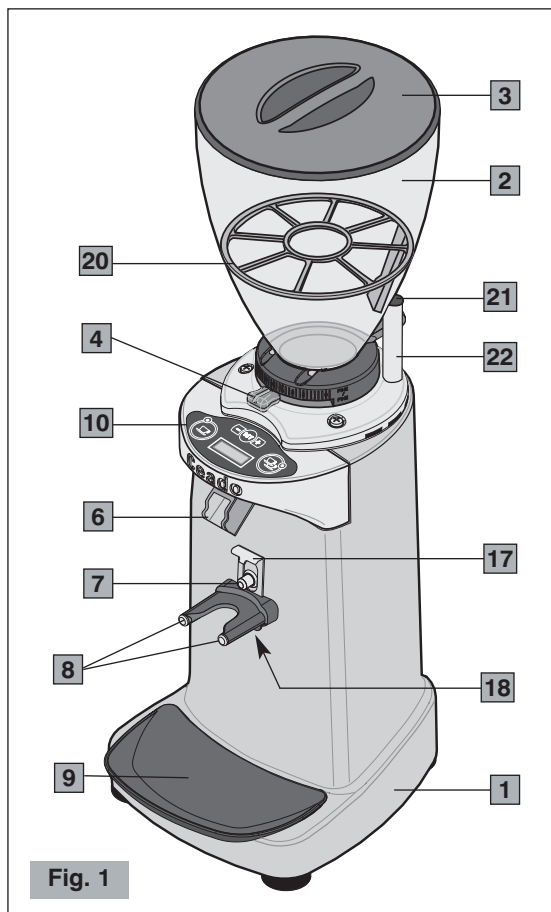
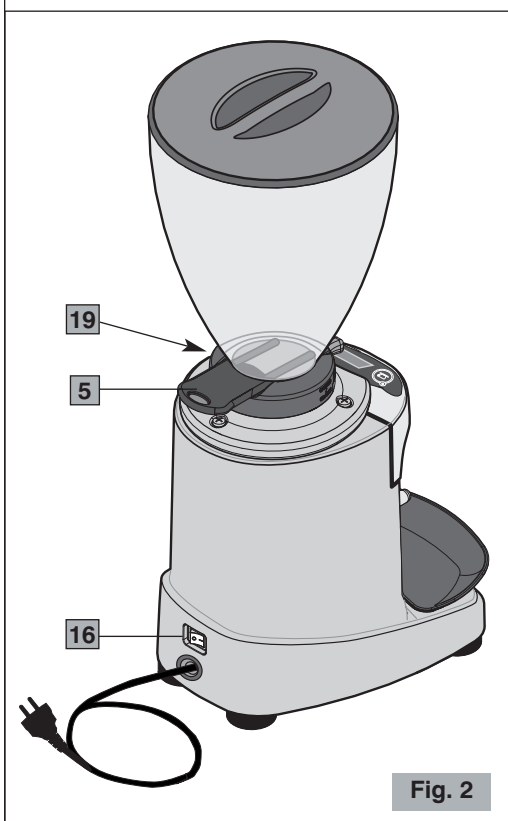
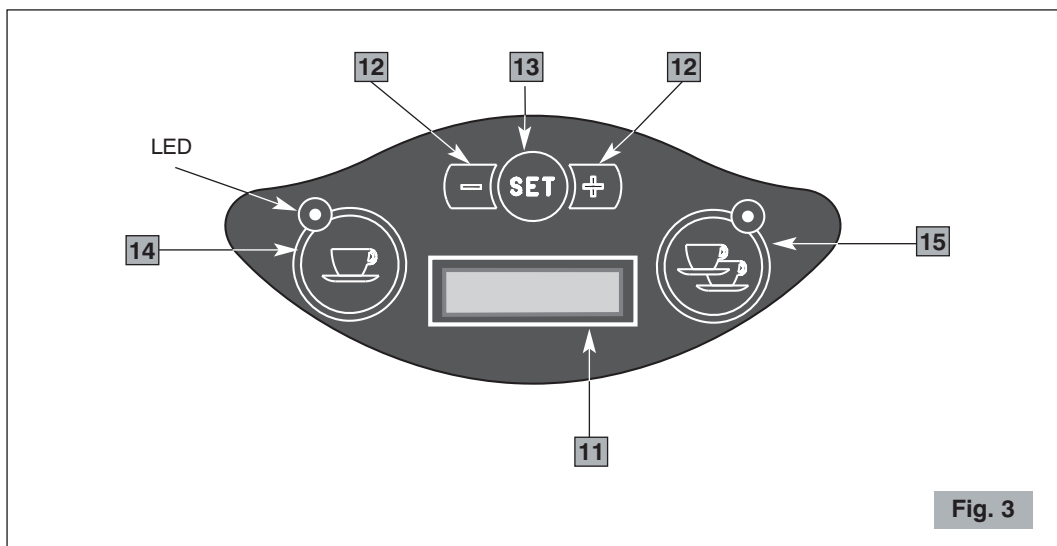

Fig. 1
Fig. 2
Fig. 3
Componenti principali (Fig. 1, Fig. 2, Fig. 3)
Prima di collegare la spina alla presa accertarsi che il pulsante ON-OFF (16 Fig. 2) sia in posizione "O" di spento.
7. Accertarsi che il contenitore dei chicchi di caffè (campana) sia correttamente disposto e abbia l'otturatore (5 Fig. 2) completamente aperto fino a fine corsa.
- 2 Portare l'interruttore ON-OFF (16 Fig. 2) in posizione "I".
- 4** Quando l'apparecchio è nello stato di PRONTO, per iniziare la macinatura premere con la coppa porta filtro il pulsante di erogazione (7 Fig. 1) e mantenere il porta filtro in posizione finché non si conclude l'erogazione. Durante il funzionamento il LED rispettivo lampeggia e nel display appare il messaggio *IN FUNZIONE*.